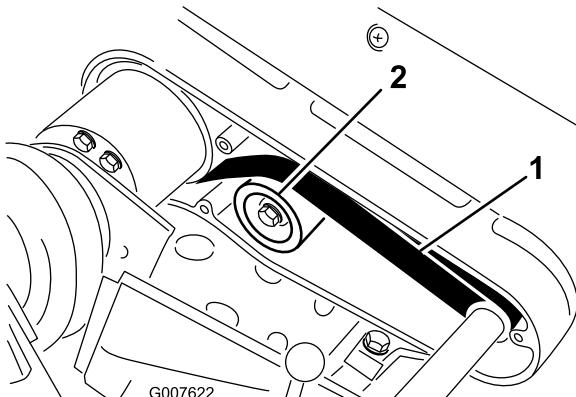

Рисунок 45
- A. Ослабьте крепежную гайку натяжного ролика и поворачивайте натяжной ролик по часовой стрелке, прижимая к обратной стороне ремня, пока не будет достигнуто требуемое натяжение ремня (Рисунок 45).
- Проверьте натяжение, приложив к ремню посередине между шкивами (Рисунок 45) усилие 22–26 Н.